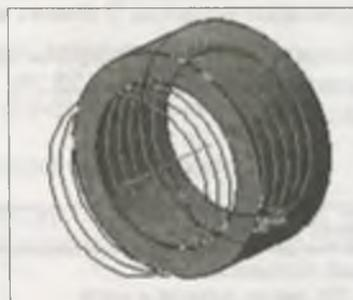

Рис. 22.21. Фантом спирали
- ◆ нажмите кнопку **Создать объект** — спираль построена (рис. 22.21). В Дереве модели появился элемент **Спираль цилиндрическая:1** со своей пиктограммой. Далее необходимо создать эскиз сечения;